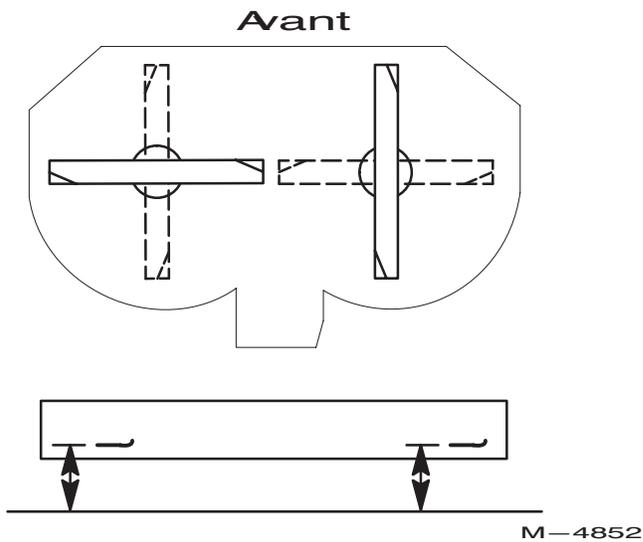

Figure 45
1. Tournez les lames pour qu'elles soient toutes dirigées dans le sens longitudinal (Fig. 45). Mesurez la distance entre la surface plane et la pointe des lames (Fig. 45) et notez cette valeur.